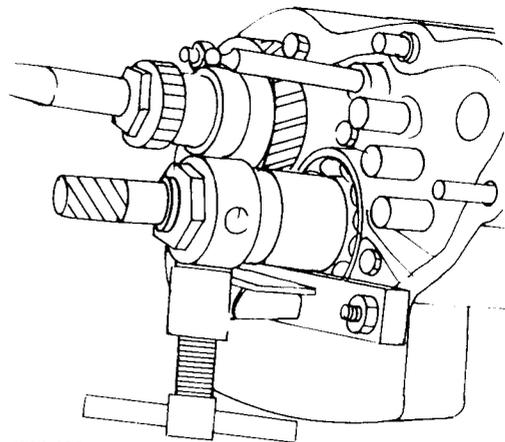

Bild 132
- Die Sperrvorrichtung A.2.0175 an der Kegelradwelle anbringen, wie es in Bild 132 gezeigt ist (anstelle der Gangräder für den 5. Gang montieren).
Hinweis: Die Kegelradwelle sollte beim Ausmessen des Zahnflankenspiels, wie in Bild 132 gezeigt, mit dem Spezialwerkzeug blockiert werden. Die Welle darf sich nicht drehen.